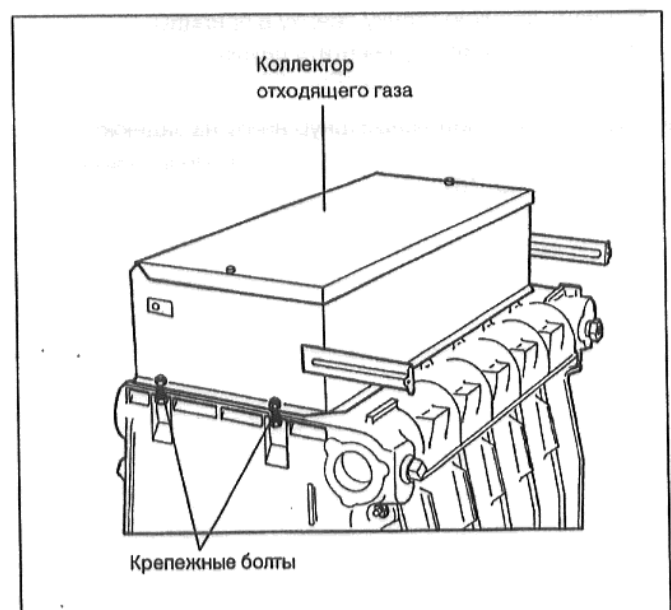

Рис. 17
- Установить коллектор отходящего газа на уплотнительные кромки и закрепить сбоку четырьмя болтами (Рис. 17).